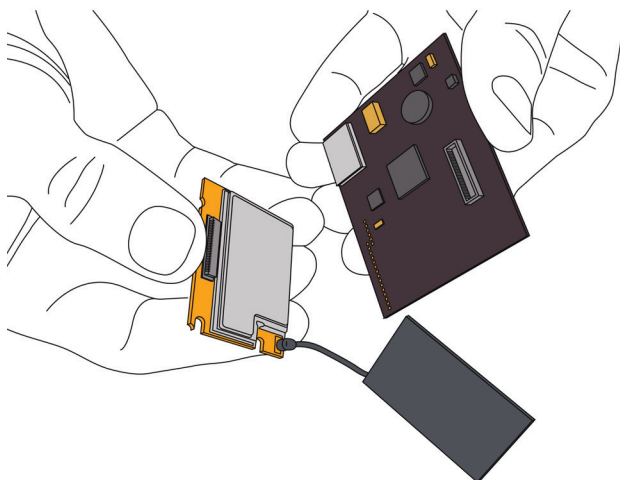

рис. 7
3.2. Проверить, хорошо ли соединены антенна и GSM-модуль с основной платой. В случае неплотного прилегания разъемов к соответствующему слоту, необходимо их соединить до характерного щелчка (см рис. 7).